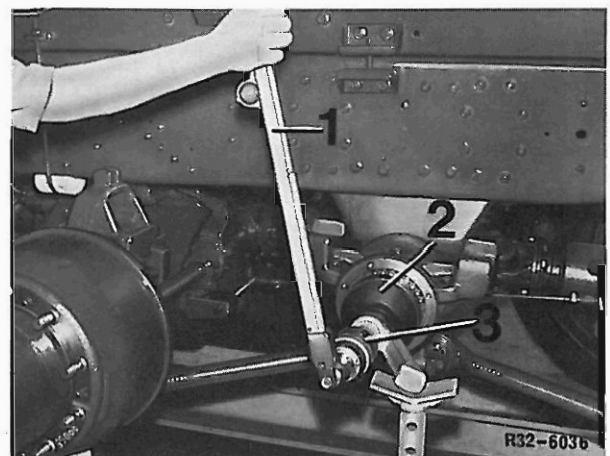

Bild 55
- 7 Die Anlaufscheibe ist mit dem Übersetzungsschlüssel 000 589 69 63 00 (Übersetzung 1:8), Sechskantschlüssel 395 589 00 09 00 und Drehmomentschlüssel 001 589 39 21 01 mit 130 kpm anzuziehen (Bild 55); dabei ist der Hinterfedersattel mindestens achtmal um ca. 60° zu schwenken.